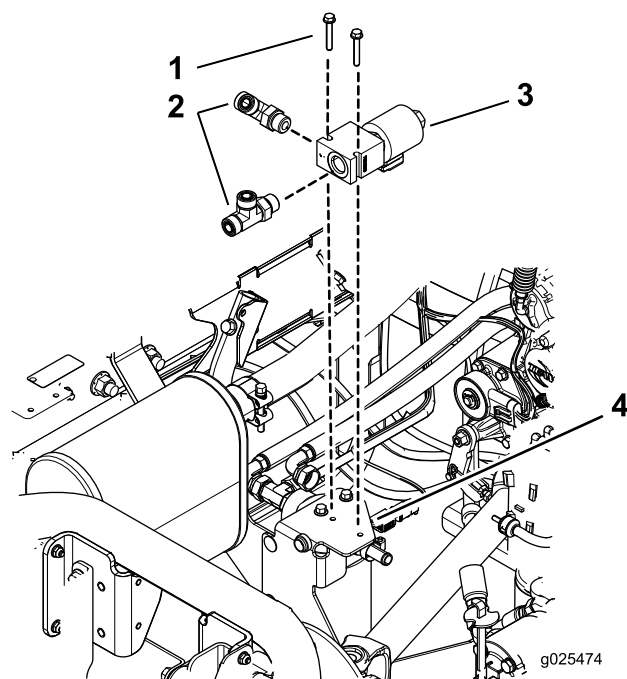

Figura 8
2. Monte el distribuidor en el soporte del bastidor con 2 pernos con arandela prensada ($\frac{1}{4}$ " x $1\frac{7}{8}$ "), como se muestra en la Figura 8.
1. Instale provisionalmente el acoplamiento en T en el distribuidor (Figura 8).